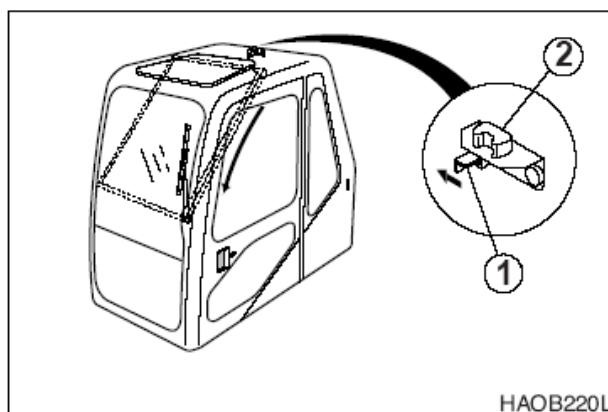

Рис. 96
4. Держа верхнюю ручку переднего окна правой рукой, нажать рычаг (1, рис. 96), по направлению стрелки, чтобы разблокировать задвижку (2).